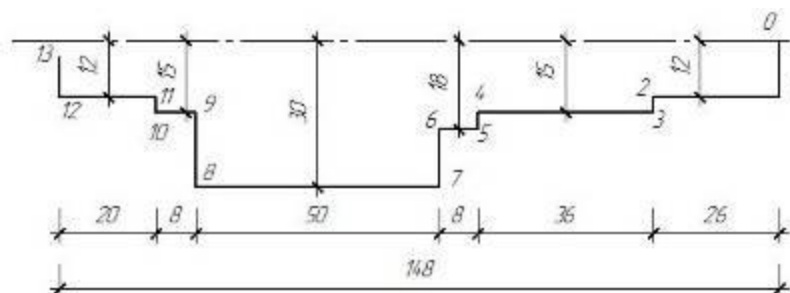

Рис. 9.1. Чертеж детали
1. Из точки начала координат эскиза постройте ломаную линию 0-13. Направления отрезков задавайте, отслеживая срабатывание угловой привязки со значениями 270° и 180°. Ломаная линия должна быть, начерчена стилем «Основная» (рис. 9.1).